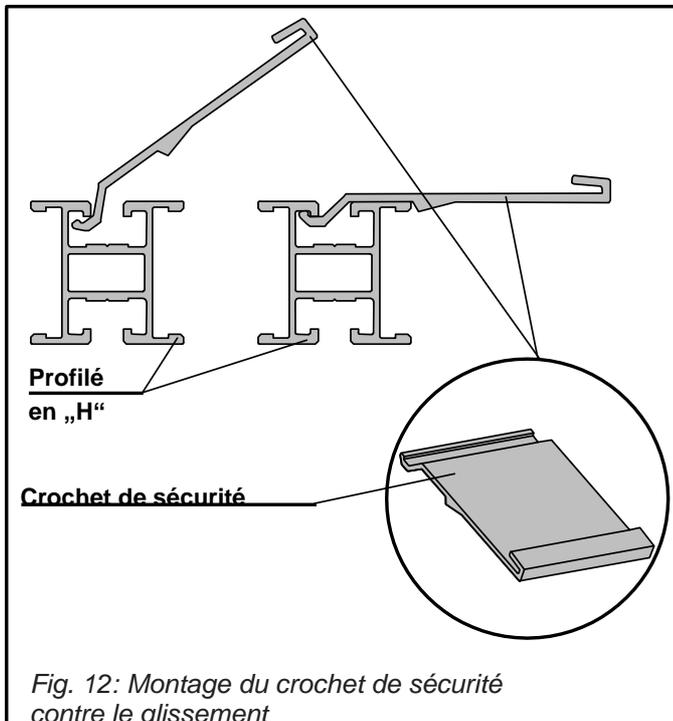

Fig. 12: Montage du crochet de sécurité contre le glissement
- Placer les crochets de sécurité sur le profilé en aluminium (Fig. 12), utiliser toujours 2 crochets de sécurité par capteur.